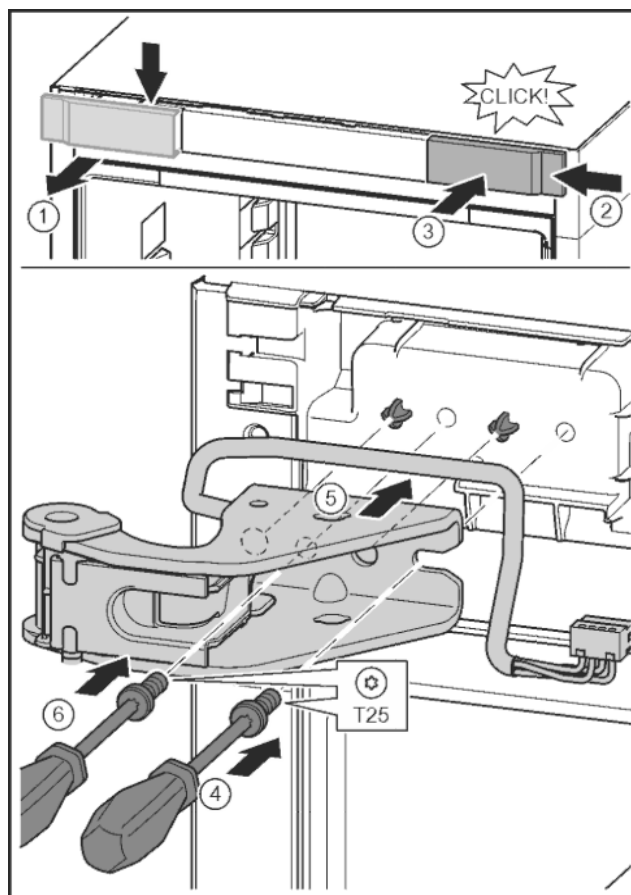

Fig. 29
- ▶ Отпустить крышку и снять скобу. Fig. 29 (1)
- ▶ Навесить крышку, повернув ее на 180°, справа с другой стороны. Fig. 29 (2)
- ▶ Крышку зафиксировать. Fig. 29 (3)
- ▶ Установить винт отверткой T25. Fig. 29 (4)
- ▶ Установить верхний опорный кронштейн. Fig. 29 (5)
- ▶ Затянуть винт. Fig. 29 (4)
- ▶ Вставить и затянуть винт отверткой T25. Fig. 29 (6)